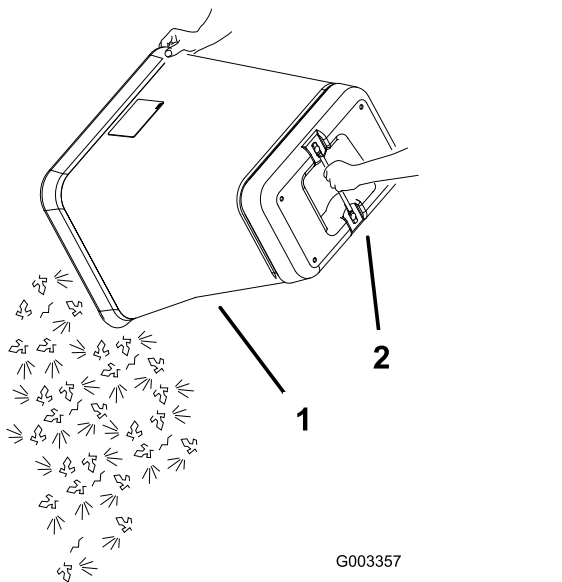

Figure 40
5. Saisissez la poignée située sous le bac et renversez ce dernier pour le vider (Figure 40).